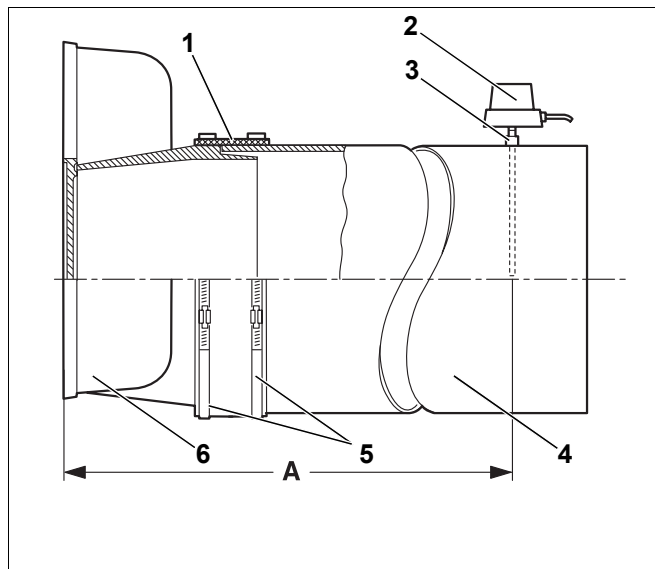

Fig. 59 Montaggio del tubo fumi
Vi consigliamo di utilizzare un manicotto di tenuta tubo fumi (fig. 59, [1]).
- ▶ Inserire il tubo fumi (fig. 59, [4]) fino all'arresto nel tronchetto del collettore fumi (fig. 59, [6]).
- ▶ Mettere il manicotto di tenuta del tubo fumi (fig. 59, [1]) con i lembi sovrapposti rivolti verso l'alto, attorno al tubo di scarico fumi (fig. 59, [4]) e al tronchetto di scarico (fig. 59, [6]).
- ▶ Mettere le fascette a vite senza fine (fig. 59, [5]) sopra il manicotto di tenuta del tubo di scarico fumi (fig. 59, [1]). Premere una delle fascette a vite senza fine (fig. 59, [5]) sul tronchetto del collettore fumi (fig. 59, [6]), l'altra fascetta sul tubo fumi (fig. 59, [4]).
- ▶ Stringere le fascette a vite senza fine (fig. 59, [5]). Il manicotto di tenuta tubo fumi (fig. 59, [1]) deve aderire liscio e stretto.
- ▶ Saldare il manicotto (fig. 59, [3]) a una distanza pari a 2 diametri del tubo gas combusti (A) dal collettore fumi (fig. 59, [6]), nel tubo gas combusti (fig. 59, [4]).
- ▶ Montare la sonda di temperatura fumi (fig. 59, [2]) in modo conforme alle sue specifiche istruzioni di montaggio.